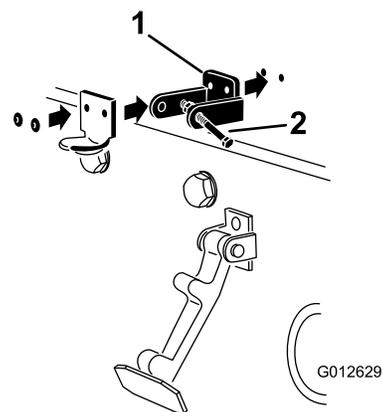

**Figura 8**
2. Rimuovete i 2 rivetti che fissano la staffa del fermo del cofano al cofano (Figura 8).